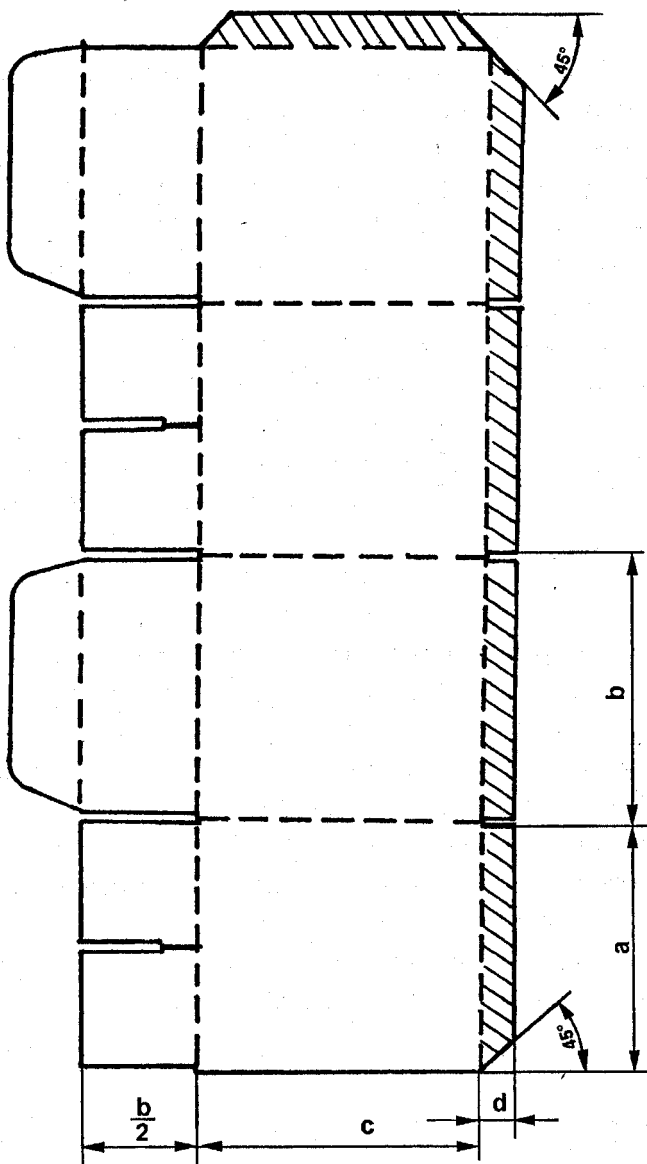
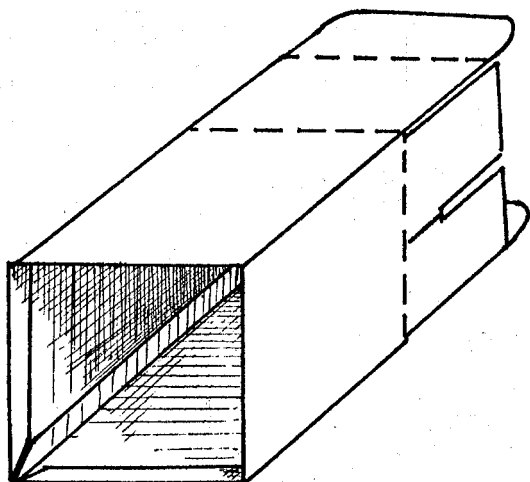

Рис. 2. Развертка корпуса коробки
Рис. 3. Корпус в сборе с приклеенной отбортовкой
2. Сложите углы квадрата к центру, как показано на рис. 2.
3. Образовавшиеся плоскости сложите под углом 90° так, чтобы получились две боковые стенки — рис. 3.
1. Сделать развертку корпуса — рис. 2, загнуть по линиям сгиба и приклеить отбортовку и боковую стенку корпуса — рис. 3.